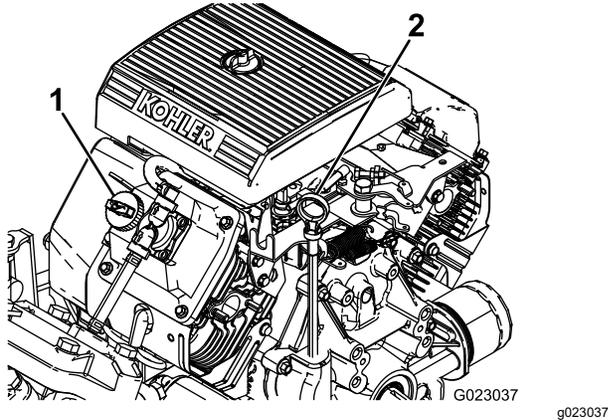

图 11
2. 取出量油尺用干净的抹布擦拭图 11。
4. 如果机油油位较低请从气门室盖图 11 上拆下加油颈盖从开口处注入机油直至油位达到量油尺上的“已满”标记请参阅 了解适合的机油类型和粘度。维护机油 (页码 43)